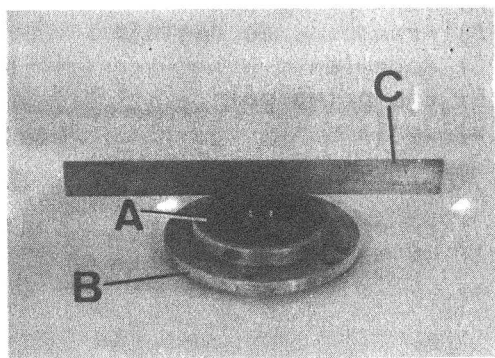

Fig. C1-97 Montaje retén
- 3.2. Montar el retén, A (Fig. C1-97) de aceite sobre la tapa, B, de forma que su parte posterior quede al ras de la parte trasera de la tapa.